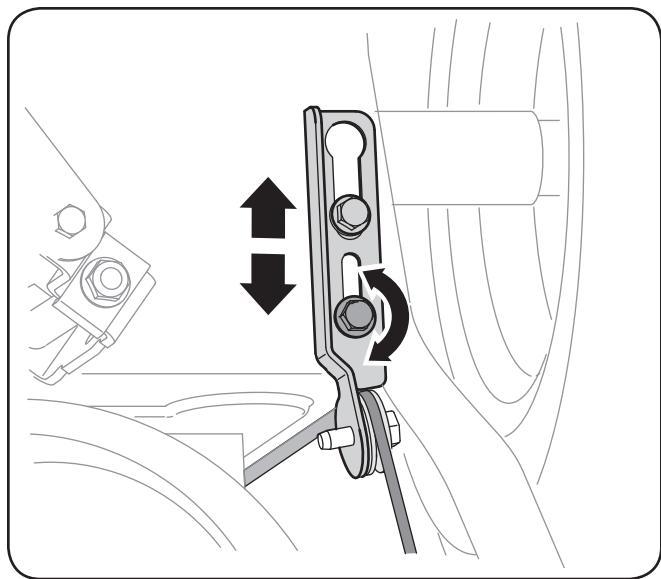

Fig. 3-15
7. Pour ajuster à nouveau la commande de la tariére, desserrez le vis à six pans supérieur du support de la commande de jeu tariére. Voir la Fig. 3-15.